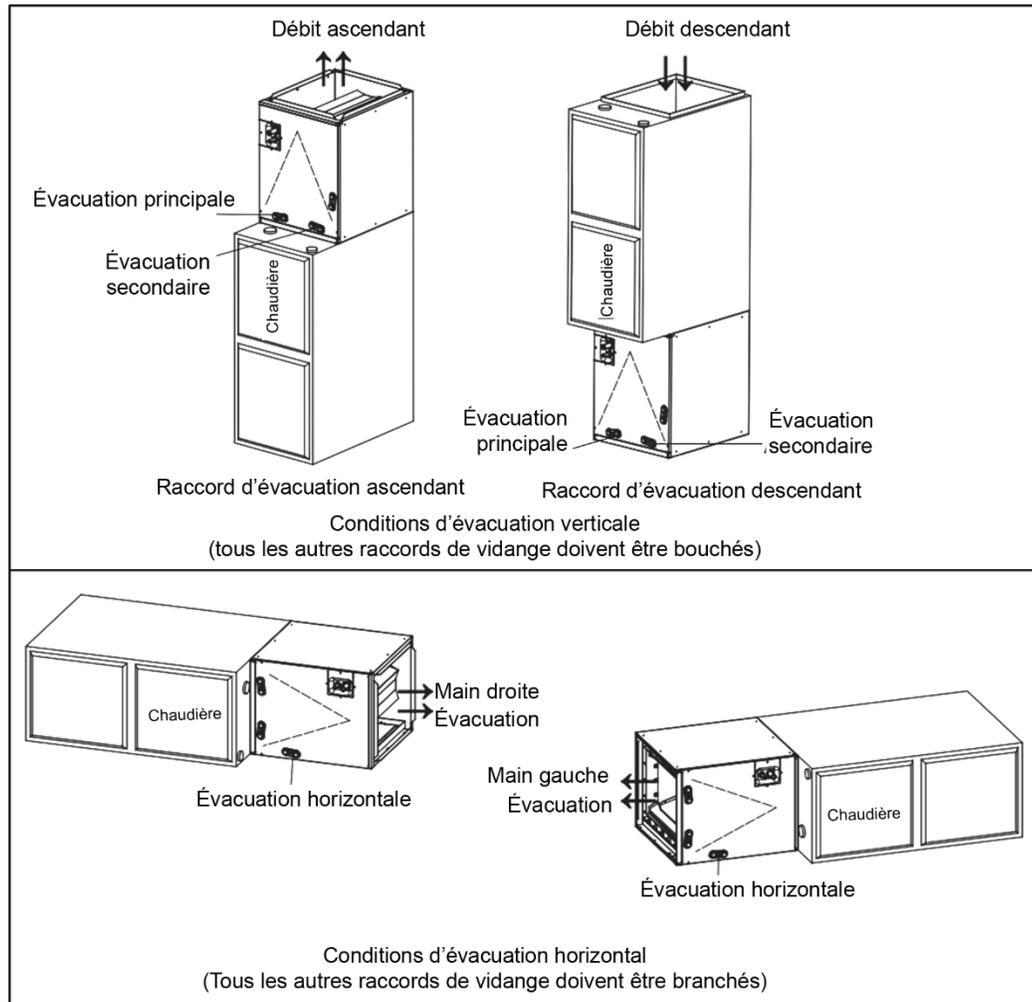

Fig. 3-1 INSTALLATION DU SERPENTIN ENCASTRÉ
1. Voir la figure 3-1 pour l'installation du serpentin et le branchement du drain.
- C. Assurez-vous que le serpentin est bien nivelé et scellez l'espace entre le serpentin et la fournaise. Voir Figure 3-1. Dans le cas où les dimensions du serpentin et de la fournaise ne sont pas identiques, utiliser des tôles ou d'autres matériaux de taille appropriée pour remplir l'espace et sceller l'espace pour prévenir les fuites d'air;